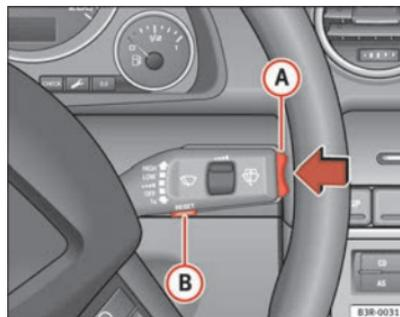

Abb. 60 Scheibenwischerhebel: Bedienelemente des Bordcomputers
Durch Drücken der Reset-Taste **B** ⇒ Seite 89, Abb. 60 kann zwischen den Funktionen 1 und 2 des Bordcomputers umgeschaltet werden.
Durch kurzes Drücken des Funktionswahlschalters oder der **Reset**-Taste ⇒ **Abb. 60** können Sie den Fahrzeitalarm abstellen.
- Drücken Sie oben oder unten auf den Funktionswahlschalter **A** ⇒ **Abb. 60**. Dadurch werden die Funktionen des Bordcomputers in den jeweiligen Speicherebenen nacheinander angezeigt.